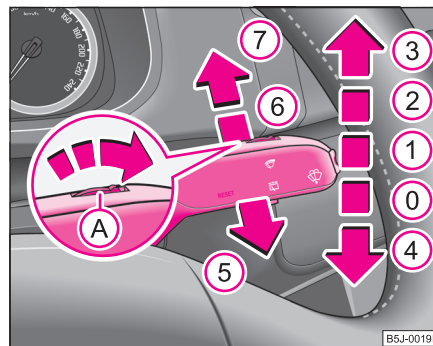

Fig. 42 Maneta de
Maneta de acționare a ștergătoarelor ⇒ fig. 42 are următoarele poziții:
- Apăsăți maneta înspre bord, în poziția **6** ⇒ **pagina 64, fig. 42**, ștergătorul va acționa la fiecare 6 secunde.
maneta de acționare a ștergătoarelor de parbriz trebuie să fie menținută cca. 1 secundă în poziția ⑤ ⇒ pagina 64, fig. 42.